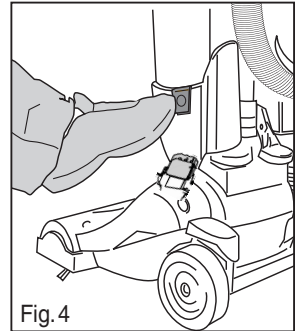

Fig. 4
- Para almacenar, presione el interruptor para que el cable se retraiga (Fig. 4).